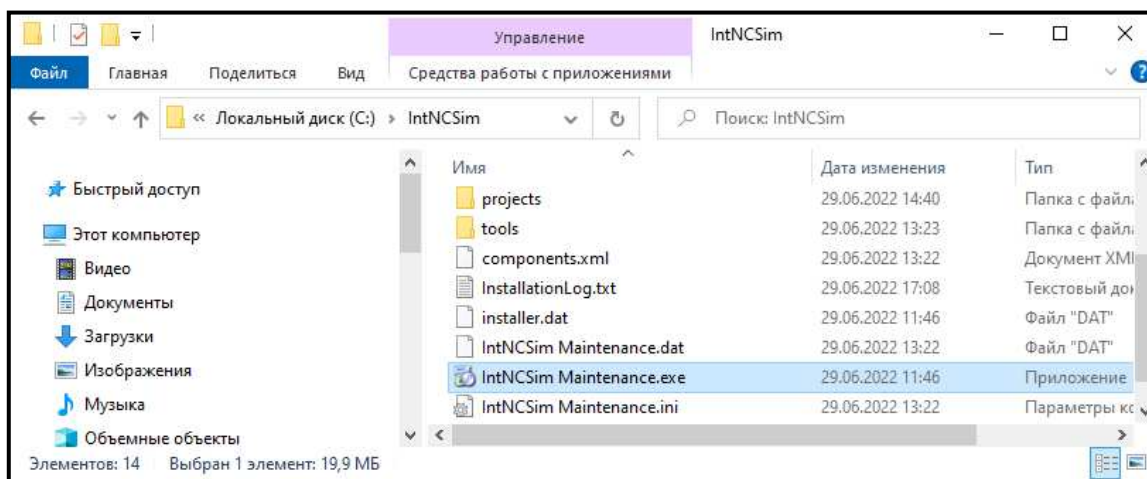

Рис. 1.6.
- из каталога, в который установлено программное обеспечение (рис. 1.6).